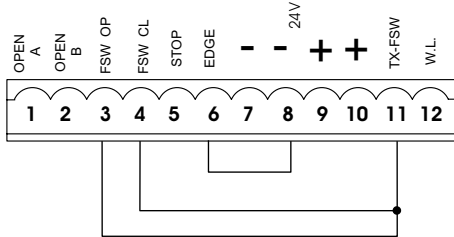

Fig. 33
**N.B. Se non vengono utilizzati dispositivi di sicurezza, ponticellare i morsetti come in fig. 33.**
**Nota bene:** Se non vengono collegati dispositivi di sicurezza in apertura, ponticellare gli ingressi **OP e -TX FSW** (fig. 33).
**Nota bene:** Se non vengono collegati dispositivi di sicurezza in chiusura, ponticellare i morsetti **CL e -TX FSW** (fig. 33).
**Nota bene:** Se non vengono collegati dispositivi di sicurezza costa, ponticellare gli ingressi **EDGE e -**. (fig. 33).